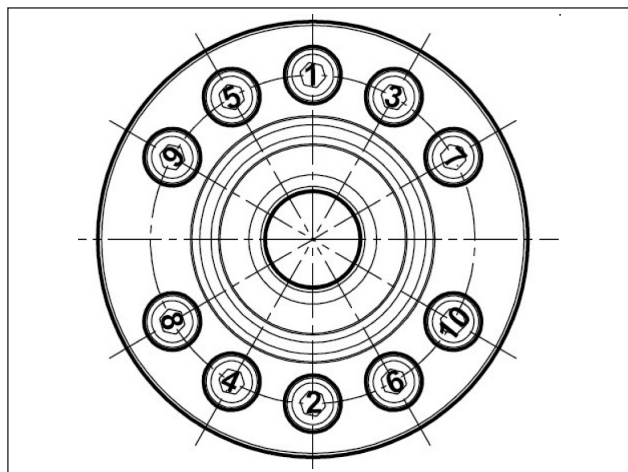

图50
- **** 图表图50中的支架固定螺栓必须分两个阶段进行固定：